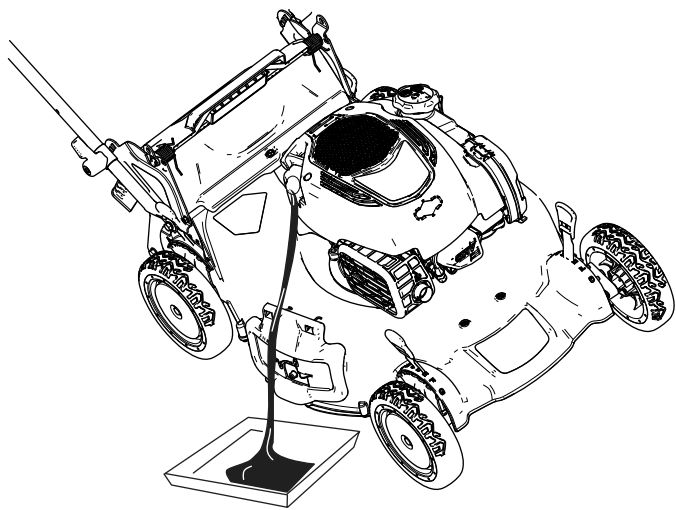

Figura 40
4. Inclinate la macchina sul fianco (di modo che il filtro dell'aria si trovi in alto) per scaricare l'olio usato attraverso il tubo di riempimento (Figura 40).